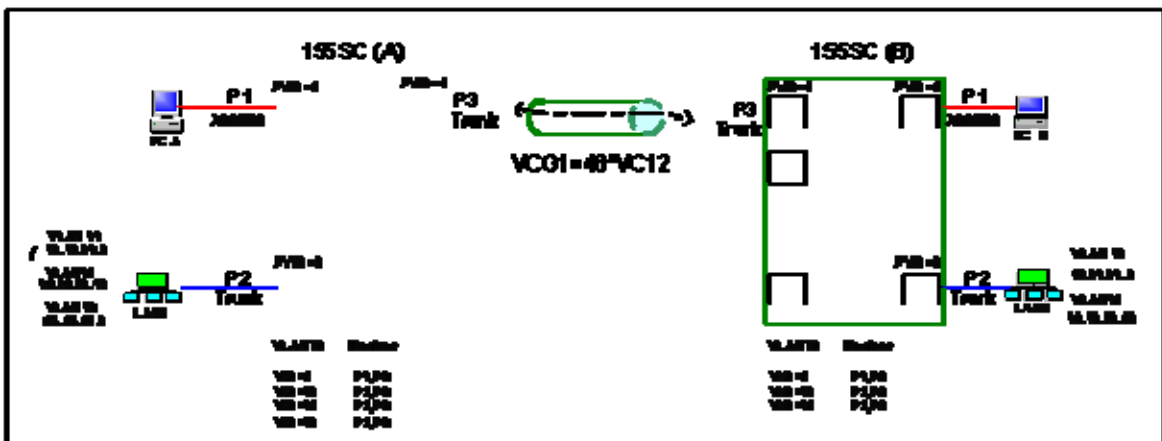

图 5-7-2-3-1 802.1Q 标签型 VLAN 组网示例
如图 5-7-2-3-1 所示，两台设备的端口 P1 分别连接一台 PC，端口 P2 分别连接一个局域网。现在我们要利用 VCG 通道，实现以下通信：
- 1) 图 5-7-2-3-1 中端口 P1 即为设备的 LAN1 口，端口 P2 即为设备的 LAN4 口，端口 P3 即为设备的 WAN1 口；
- 2) 155SC(A)的端口 P2 属于 3 个不同的 VLAN: VLAN11, VLAN12 以及 VLAN13; 155SC (B)的端口 P2 属于 VLAN11 和 VLAN12。这 3 个 VLAN 之间的隔离是通过其它路由器完成的。